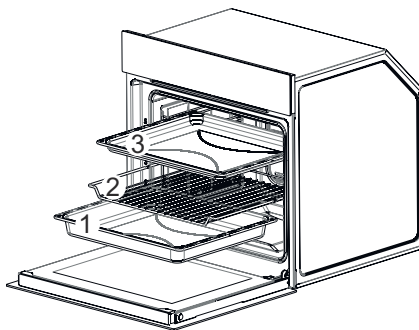

Рис. 18
- Снимите противни и решётку (1-2-3 / Рис. 18).